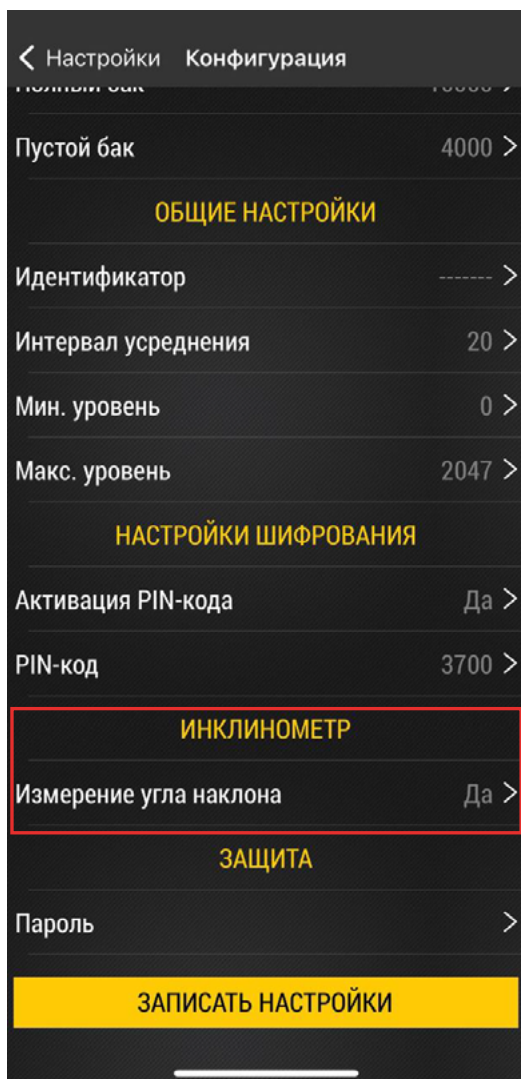

Рис.30. Меню «Конфигурация».
- В меню «Конфигурация» выберите «Инклинометр» (**Рис.30**). Откроется меню измерения угла наклона.